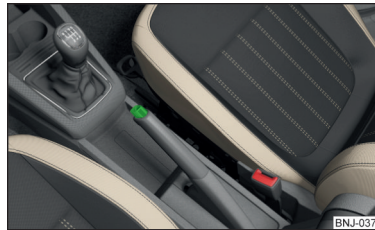

Abb. 196
- › Den Handbremshebel etwas hochziehen **und gleichzeitig** den Sperrknopf » Abb. 196 hineindrücken.